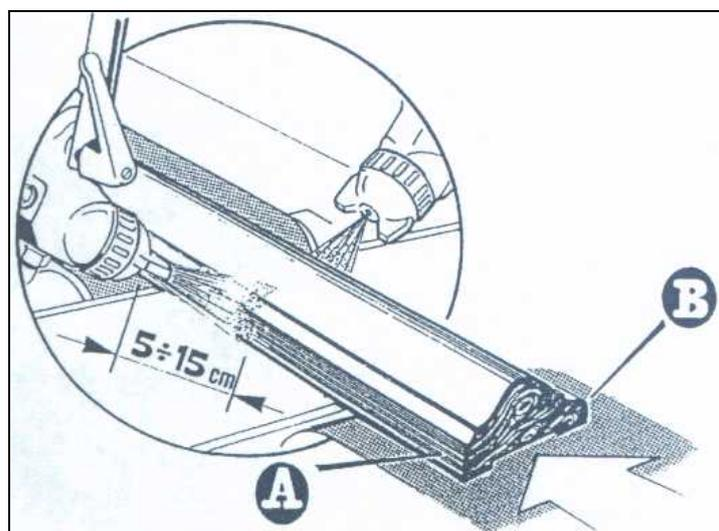

Fig.8.5
3. Porre un pezzo da trattare in corrispondenza delle prime pistole e posizionare le stesse in senso contrario all'avanzamento in modo da coprire con lo spruzzo i lati A e B (Fig.8.5); coprire poi le parti superiori con i ventagli delle pistole successive